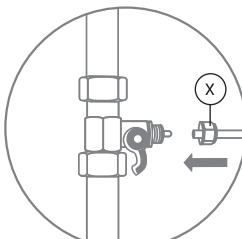
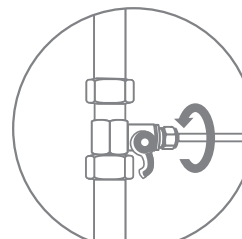

Рис. 7
Рис. 8
2. В гайку (Х) проденьте пластиковую трубку (рис. 7). Конец трубки наденьте на штуцер адаптер-вентиля до упора и плотно накрутите гайку (рис. 8).